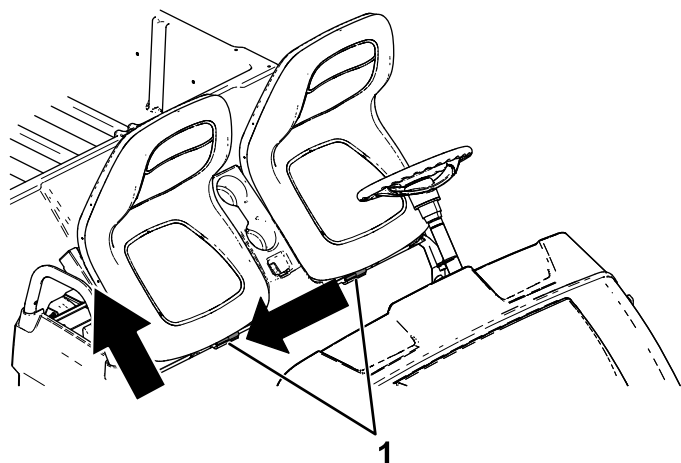

Figura 30
2. Glisai ansamblul scaunului în lateral în afara tifturilor i ridicai-l (Figura 30).